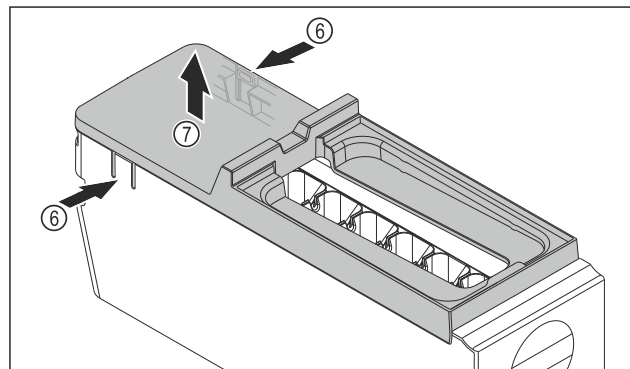

Fig. 137
- ▶ Odstráňte kryt korpusu EasyTwist-Ice: strmene Fig. 137 (6) na oboch stranách korpusu EasyTwist-Ice zatlačte rukou.
- ▶ Kryt Fig. 137 (7) odoberte druhou rukou smerom nahor.